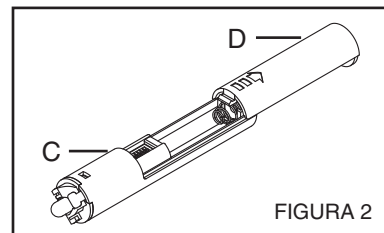

FIGURA 2
1. Abra la cubierta de la pila (D) deslizando en la dirección señalada por la flecha. (Figura 2)